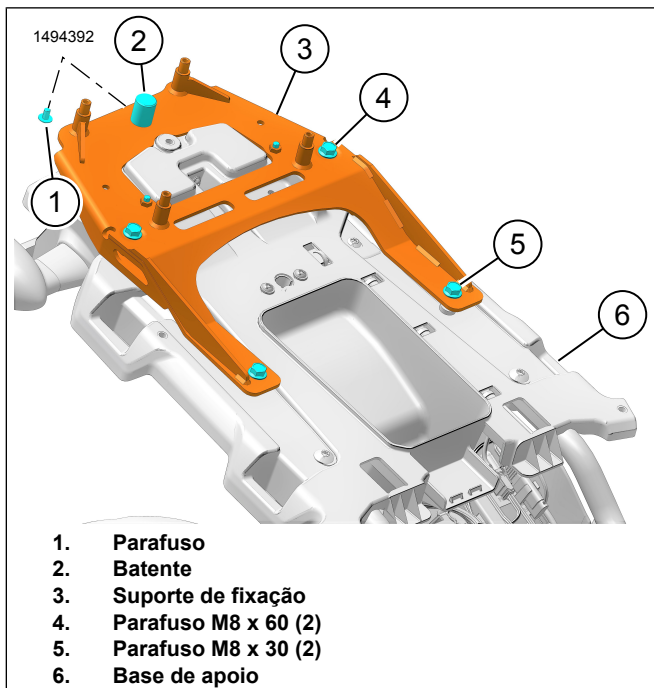

Figura 8. Suporte de montagem
- 5. Ver a Figura 8. Instalar o para-choques (2) e o parafuso (1) no suporte de montagem (3).
- a. Aperte o parafuso (1).
- 7. Ver a Figura 8. Instalar o suporte de montagem (3).
- c. Ver a Figura 8. Apertar os parafusos (4, 5).